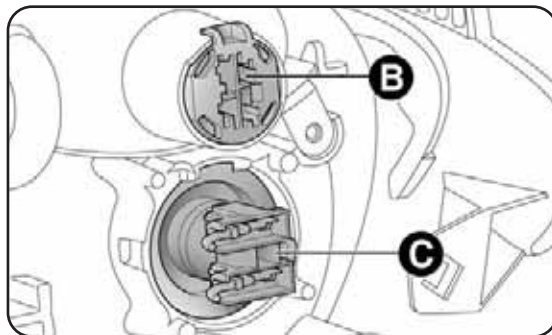

fig. 23
- saque el portalámpara B-fig. 23, extraiga la lámpara y sustitúyala;
- saque el portalámpara C-fig. 23, extraiga la lámpara y sustitúyala;